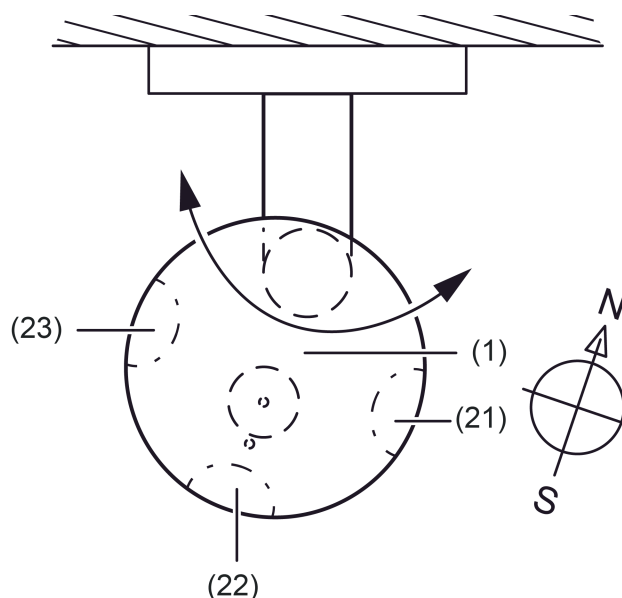

Bild 6: Ausrichtung der Wetterstation
- (1) Lichtdurchlässiger Sensorkopf mit der Sensorfläche des Niederschlagssensors, dem Temperatursensor, dem Dämmerungssensor, dem Windsensor und den 3 Helligkeitssensoren
- (2) Winkelarm mit variabler Verrastung zur Ausrichtung des Sensorkopfes
- (3) Klemmenkasten zum Anschluss des KNX/EIB und der Heizspannung an den Sensorkopf
- (4) Lage des Temperatursensors
- (5) Sensorfläche der Niederschlagssensors
- (6) Lage des Dämmerungssensors und des Helligkeitssensor 2
- (7) Lage des Helligkeitssensor 1 (Helligkeitssensor 3 befindet sich in 9 Uhr-Position (Bild 6) und ist somit dieser Ansicht nicht sichtbar )
- (8) Lage des thermischen Windsensors